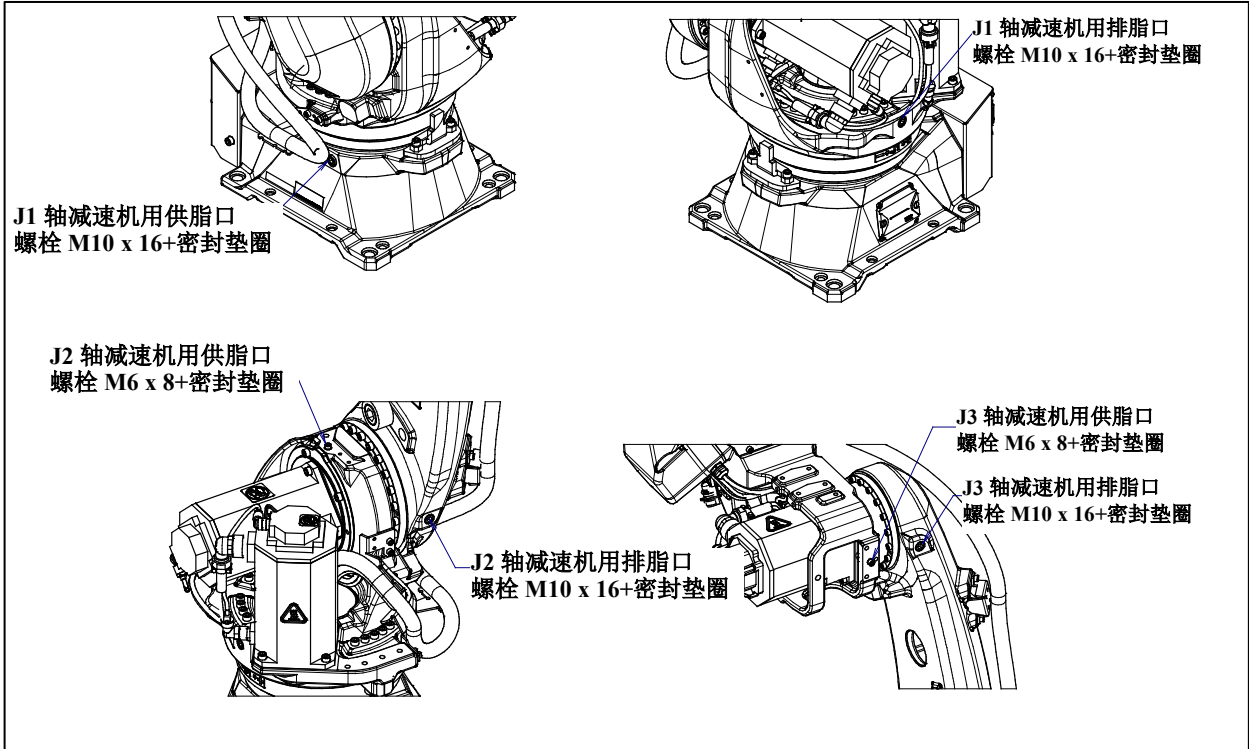

图 7.3.2.1 (a) J1,J2, J3 轴的供脂部位
- 3 拆除排脂口的螺栓和密封螺栓。（图 7.3.2.1 (a)）